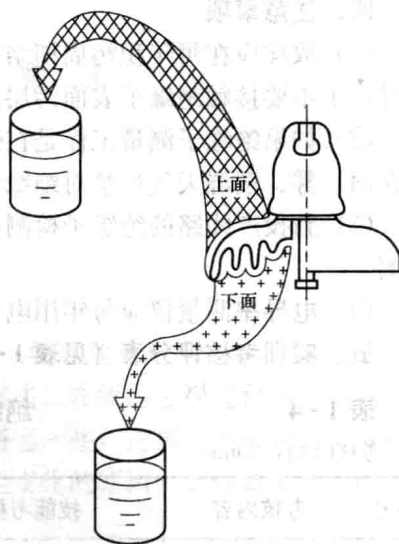

图 1-5 绝缘子绝缘体表面污秽取样
2) 清洗和收集污秽方法。如图 1-5 所示，分别从绝缘子的上、下表面用吸有一定量蒸馏水的海绵擦洗下污秽物，清洗一片标准绝缘子的蒸馏水用量通常取 300mL，分三次清洗